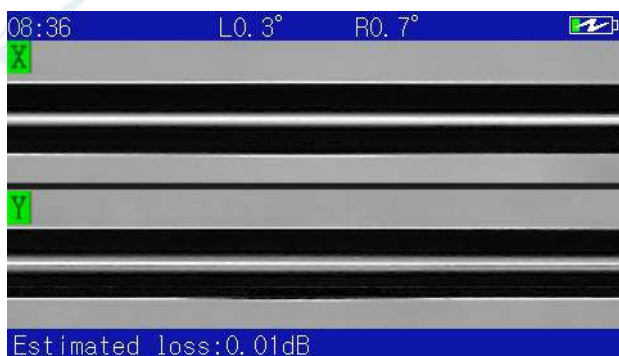

Рис. 7. Оценка потерь при сварке.
- Нажмите кнопку  для завершения сварки и оценки потерь при сплавке (рис. 7 и 8).